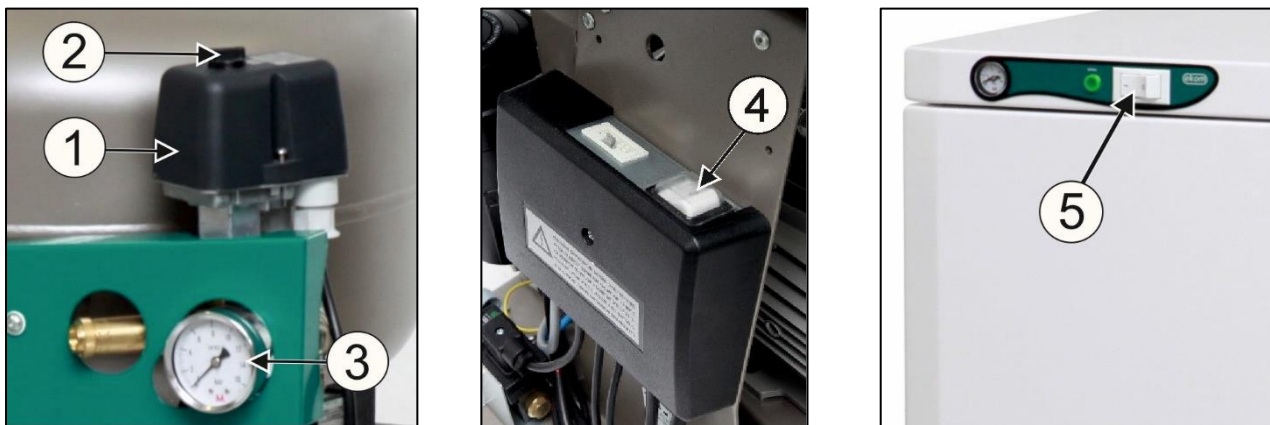

Fig. 13
- Verificați poziția disjuncteurului pentru a vă asigura că este în poziția „I”. Rotiți disjuncteurul (4) în poziția „I” dacă se află în poziția „0”. (Fig. 13)
- Pentru compresoarele montate în carcasă, rotiți comutatorul (5) de pe partea frontală a carcasei în poziția „I”; un indicator verde indică faptul că dispozitivul este în funcțiune. (Fig. 13)
(Fig. 13)